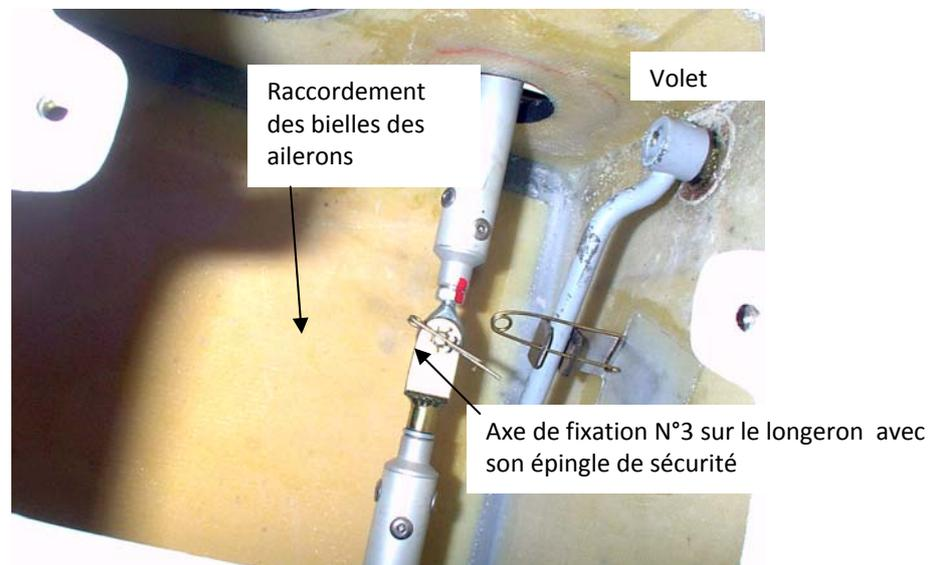

Fig. 4. Axes de fixation des ailes et raccord sur les commandes d'ailerons.
4. Insérer l'axe auxiliaire à travers la ferrure sur la poutre arrière du panneau central et sécuriser tous les axes dans les fourches spéciales avec des goupilles (Fig.4).
6. Brancher le raccord des bielles d'ailerons et sécuriser la connexion (Fig.4)